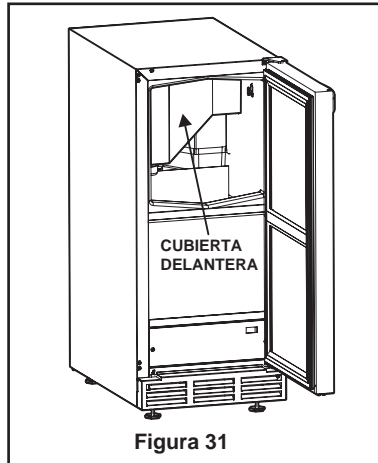

Figura 31
3. Retire la cubierta del interior de la parte delantera. (Vea la figura 31.)